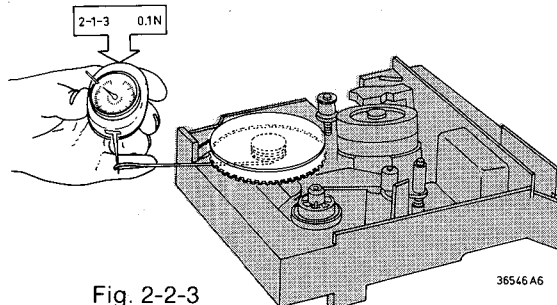

Fig. 2-2-3
- Dieser Druck muss so hoch sein, dass bei freigewordener Wickeltellerbremse (Stellung "wind") die Gegenkraft $1,3 \pm 0,2$ mNm ist (gemessen mit einer Kordel um einen Wickelteller mit kleinem Dorn ist das in rutschender Lage 0,1 N) (Bild 2-2-3). Das Schwenkrad darf den linken Wickelteller nicht berühren.
- In der Stellung "rewind" gemessen, muss diese Kraft, mit einer Kordel um einen Wickelteller mit kleinem Dorn, 0,1 N sein (Bild 2-2-3).